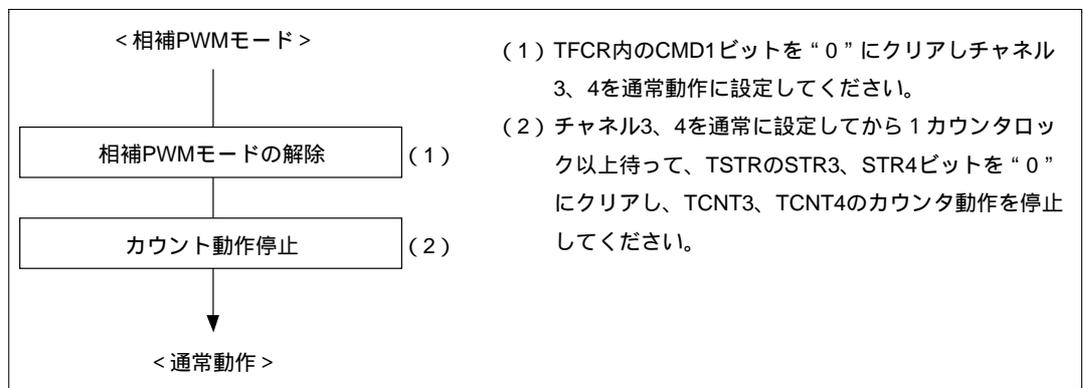

図 10.67 相補 PWM モードの解除方法
(13) 相補 PWM モードの解除手順
相補 PWM モードの解除手順を図 10.67 に示します。まず (1) タイマファンクションコントロールレジスタ(TFCR)のコンビネーションモード(CMD)1、0 ビットを“10”から“00”または“01”に再設定し、相補 PWM モードから通常動作モードにします。その後 (2) チャネル3、4で使用しているカウンタ入力クロックの1クロック以上待って、タイマスタートレジスタ(TSTR)のカウンタスタート(STR)3、4ビットをクリアしてチャンネル3、4のカウンタ TCNT3、TCNT4のカウンタ動作を停止してください。